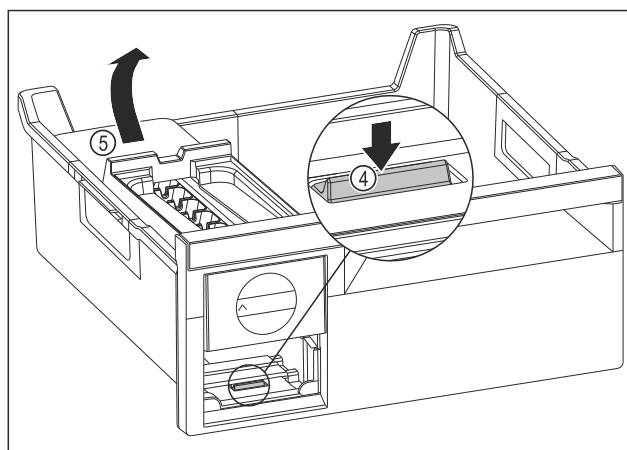

Fig. 136
- ▶ Estrarre il corpo dell'EasyTwist-Ice: Con un dito spingere la linguetta Fig. 136 (4) verso il basso e allo stesso tempo, con l'altra mano, sollevare il corpo dell' EasyTwist-Ice Fig. 136 (5) da dietro.